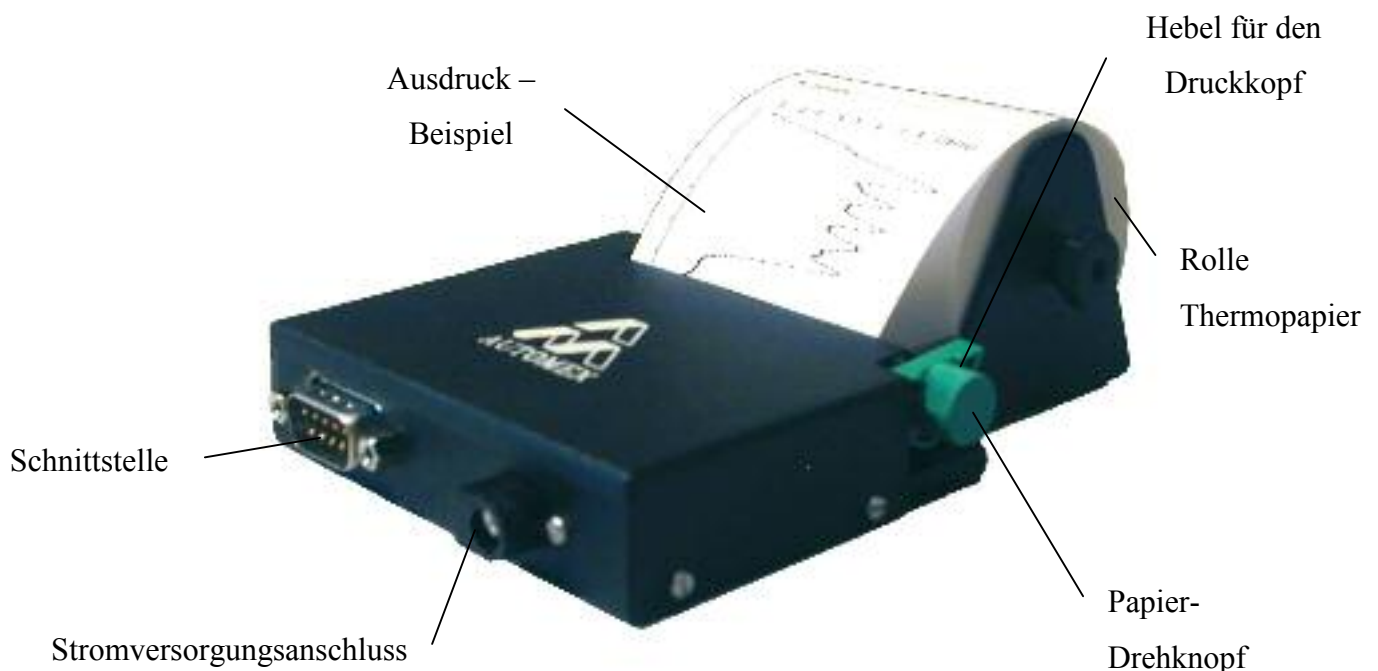

Bild 8. Beispiel eines Druckers mit einer seriellen Schnittstelle
2. Schließe die Stromversorgung an den Versorgungsanschluss an (Bild 8).